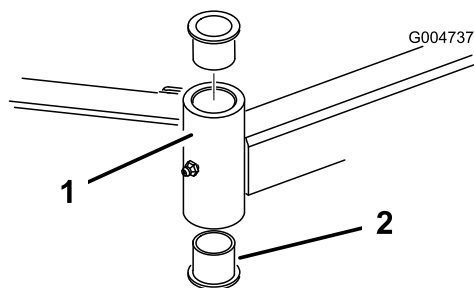

Figura 124
4. Inserite un punteruolo nella parte superiore o inferiore del tubo di fissaggio, e spingete la boccola fuori del tubo (Figura 124).